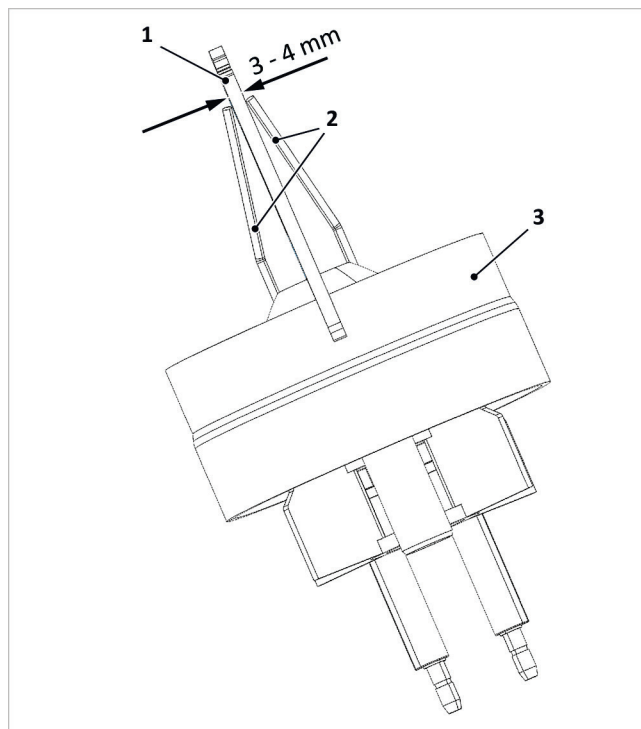

Fig. 150: Comprobación de la distancia de los electrodos de encendido
3. Controle la distancia de los electrodos tal y como se muestra en la → fig. 150 y, en caso necesario, corrijala doblándolos con cuidado.